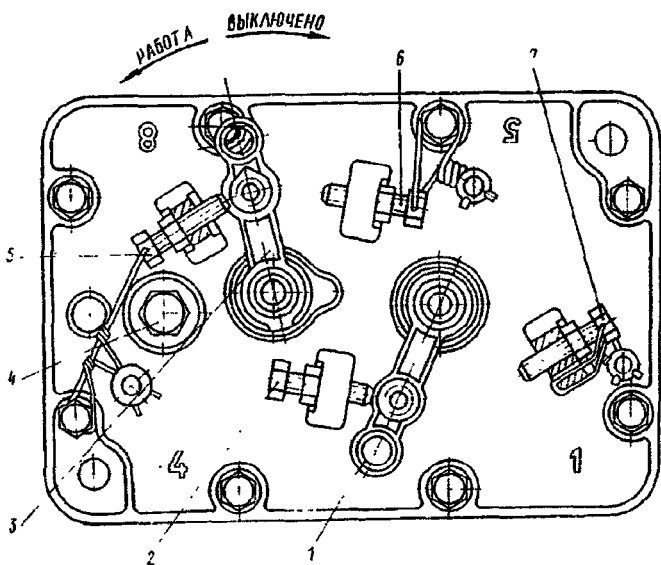

Рис. 106. Крышка регулятора частоты вращения:
15. Проверьте и при необходимости отрегулируйте болтом 5 (см. рис. 106) величину пусковой подачи топлива при упоре рычага управления регулятором в болт 7 ограничения максимальной частоты вращения коленчатого вала.
<p>23. Проверьте герметичность уплотнений ТНВД и муфты опережения впрыскивания топлива при избыточном давлении в полости ТНВД и муфты опережения впрыскивания топлива 9,81 кПа (0,1 кгс/см²).</p> <p>Техническое условие. В местах манжетных уплотнений не допускается выделение капель масла. «Потение» допускается.</p> <p>Примечание. Давление в полость насоса подведите через отверстие из-под пробки 4 (см. рис. 106) в крышке регулятора, в муфту опережения впрыскивания топлива — через отверстие из-под вилки 13 (см. рис. 87).</p>